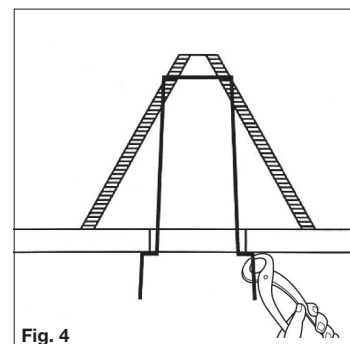

Fig. 4
- Tagliare la parte in eccesso dei terminali (Fig. 4), dopo di che sarà possibile installare il faretto.
- Cut off the excess part of the terminals (Fig. 4), after which it will be possible to install the downlighter.